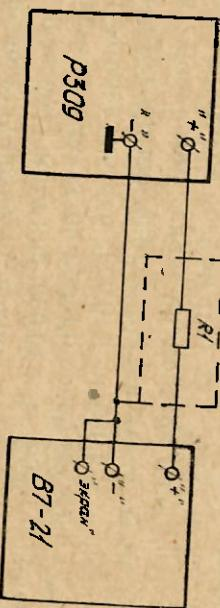
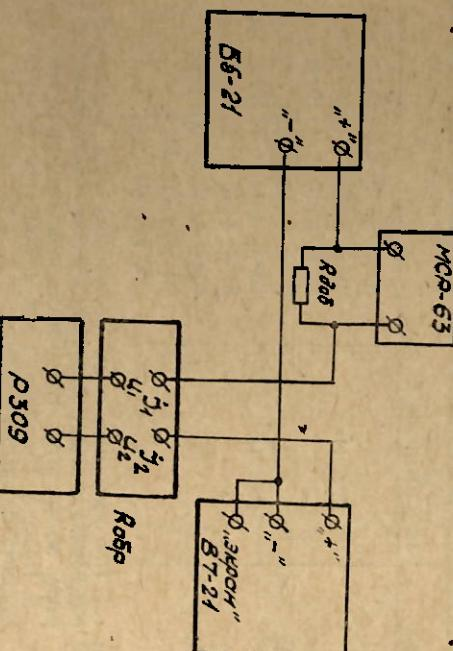
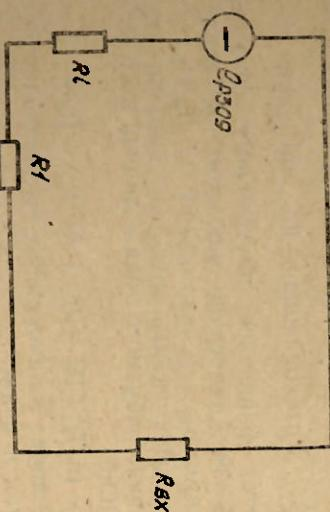

Рис. 11. Структурная схема для определения погрешности измерения силы постоянного тока на пределах измерения «100 пА», «1 μA », «10 μA ».
Рис. 12. Структурная схема для определения погрешности измерения силы постоянного тока на пределах измерения
Рис. 13. Эквивалентная схема измерения силы постоянного тока на пределах измерения «100 пА», «1 μ A», «10 μ A».
12.7.3. Определение погрешности производите при помощи приведенных на рис. 11, для пределов измерения «100 пА», «1 μA », «10 μA » и на рис. 12 — для пределов измерения «100 μA », «1 мА», «10 мА», «100 мА», «1 А», «5 А». Величина сопротивления добавочного резистора R_1 для рис. 11 приведена в табл. 16, а необходимые данные для рис. 12 приведены в табл. 17.
12. 7. 6. Определение коэффициента сопротивления цепи «а» для пределов измерения «100 пА», «1 μ A», «10 μ A» производится следующим образом. Составим для структурной схемы (рис. 11) эквивалентную схему с учетом всех сопротивлений цепи (рис. 13).